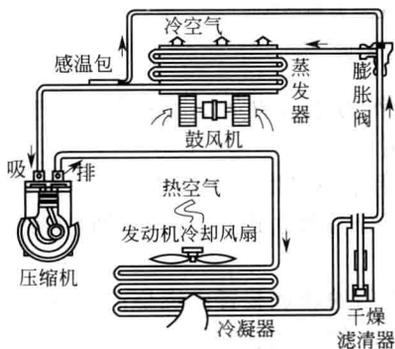

图 1-2 制冷系统结构
① 制冷系统 制冷系统主要由压缩机、冷凝器、储液干燥器、膨胀阀、蒸发器、冷凝器散热风扇、制冷管道、制冷剂等组成，如图 1-2 所示。